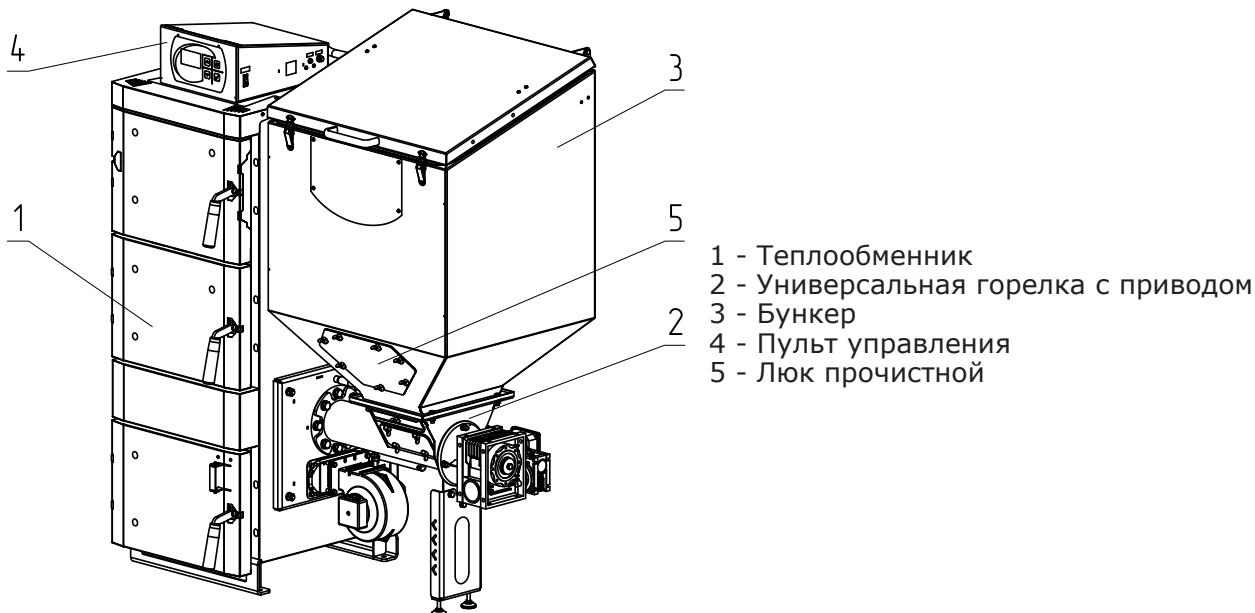

Рис.1 Котел ZOTA Twist
5.1. Котел с автоматической подачей топлива ZOTA Twist (Рис.1) состоит из теплообменника (Рис.1 поз.1), поворотной ретортной горелки с механизмом подачи топлива (Рис.1 поз.2), топливного бункера (Рис.1 поз.3) и пульта управления (Рис.1поз.4). В нижней части бункер расположен прочистной люк (Рис.1 поз.5).